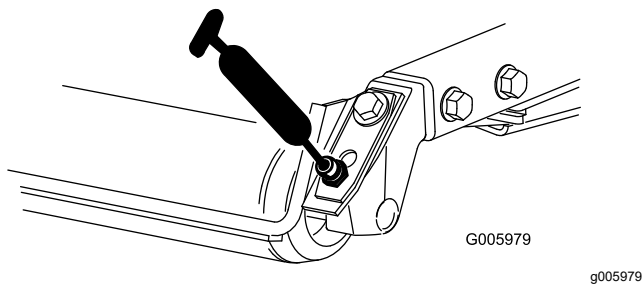

Bild 80
- Heckrollenlager (2 pro Mähwerk), wie in Bild 80 abgebildet